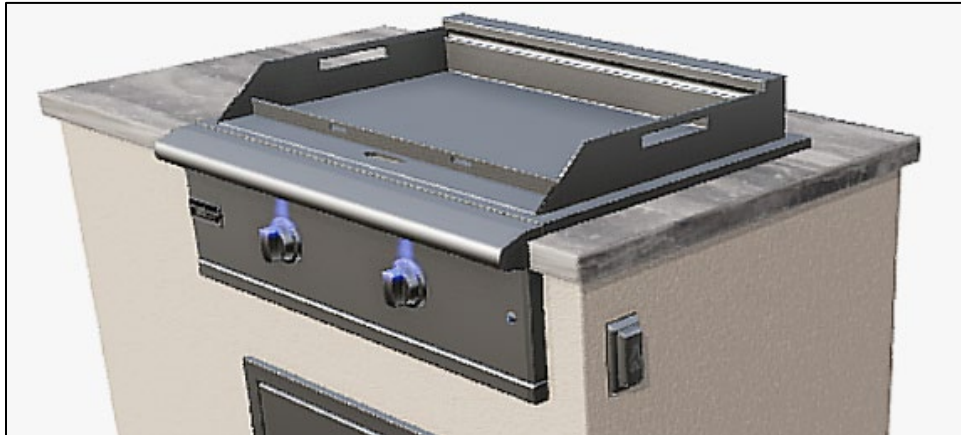

Ilustración 12 La plancha está apoyada sobre el marco de la isla
3. Antes de instalar la plancha en cualquier isla, debe medirla para asegurarse de que la abertura no sea más grande que el marco externo de la plancha (Ilustración 12). Los bordes de la plancha deben quedar apoyados sobre el borde del marco.